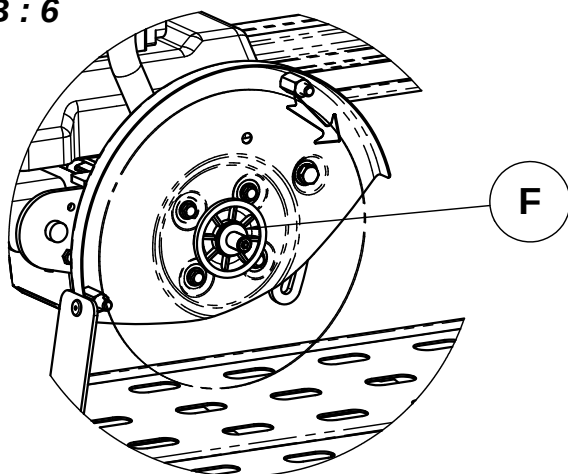
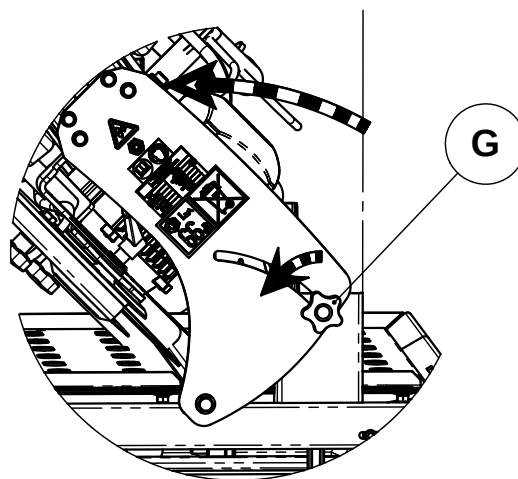
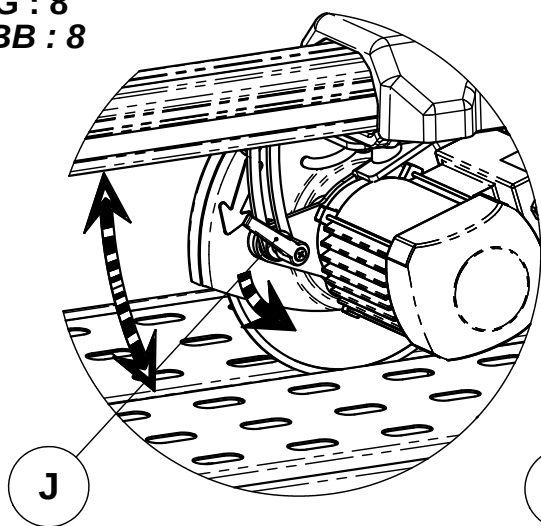

FIG : 7
FIG : 8
FIG : 9
* ослабьте два настроечных маховика (G) [рис. 7].
* ослабьте барашек (J).
* настройте требуемую глубину резки [Рис. 8]
* затяните барашек (J).
* настройте винт (K) [Рис. 9].
* и законтрите винты (K) (регулировка передних и задних стоек).